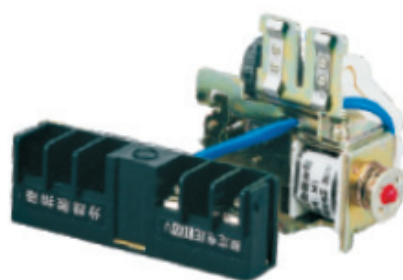

Рис. 5
**2.1.2 Независимый расцепитель (рис. 5):**